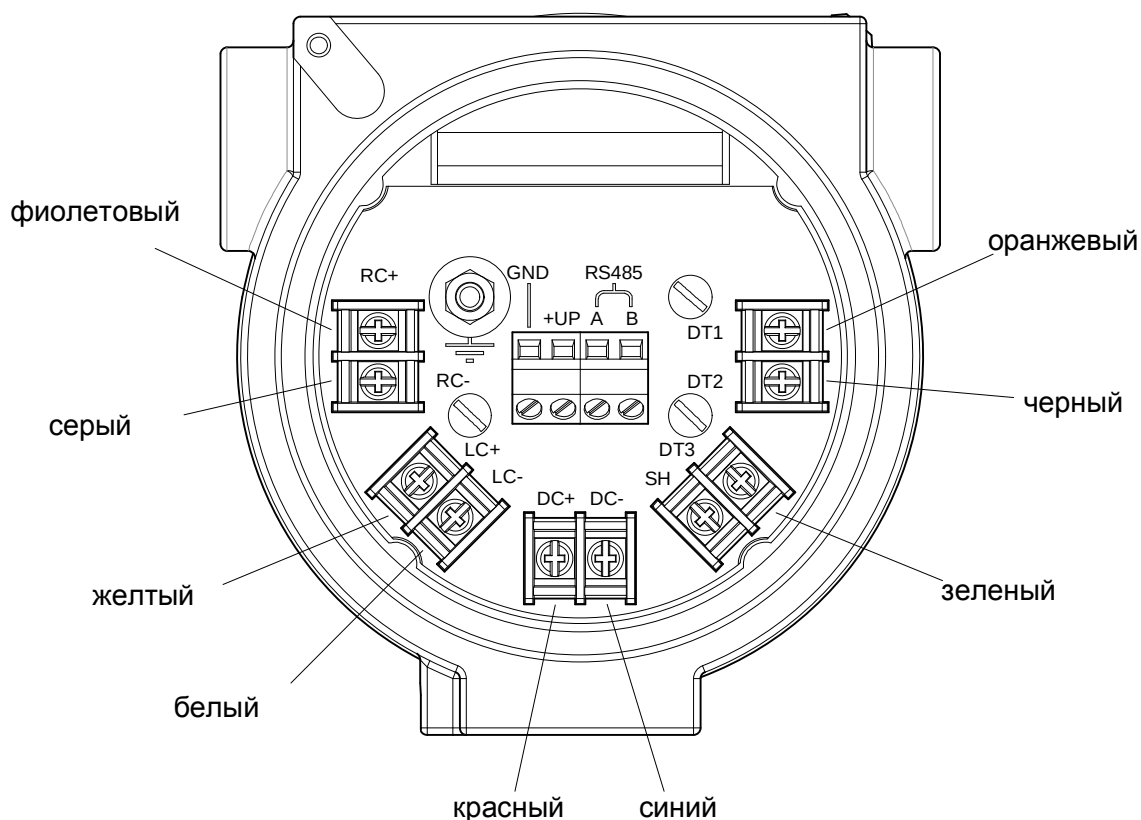

Рисунок 2.5 – Клеммная колодка для подключения специального кабеля.
5) Зажмите девять проводов кабеля в клеммные колодки в соответствии с цветами изоляции (рисунок 2.5¹);
- 5) Зажмите девять проводов кабеля в клеммные колодки в соответствии с цветами изоляции (рисунок 2.5).
- 5) Подсоедините экранировку кабеля к клемме SH (рисунок 2.5);
9) Зажмите четыре провода кабеля в клеммные колодки так, чтобы одна витая пара была подключена к клеммам «RS485 A, B», вторая витая пара должна быть подключена к клеммам «+UP» и «GND» (рисунок 2.5);
10) Подсоедините экранировку кабеля к винту заземления внутри корпуса ИМ (рисунок 2.5);
- 5) Зажмите четыре провода кабеля в клеммные колодки в соответствии со схемой монтажа, выбранной в п.2.2.10 (рисунок 2.5);
- 6) Если для подключения используется экранированный кабель, подсоедините экранировку к винту заземления внутри корпуса клеммной коробки (рисунок 2.5);